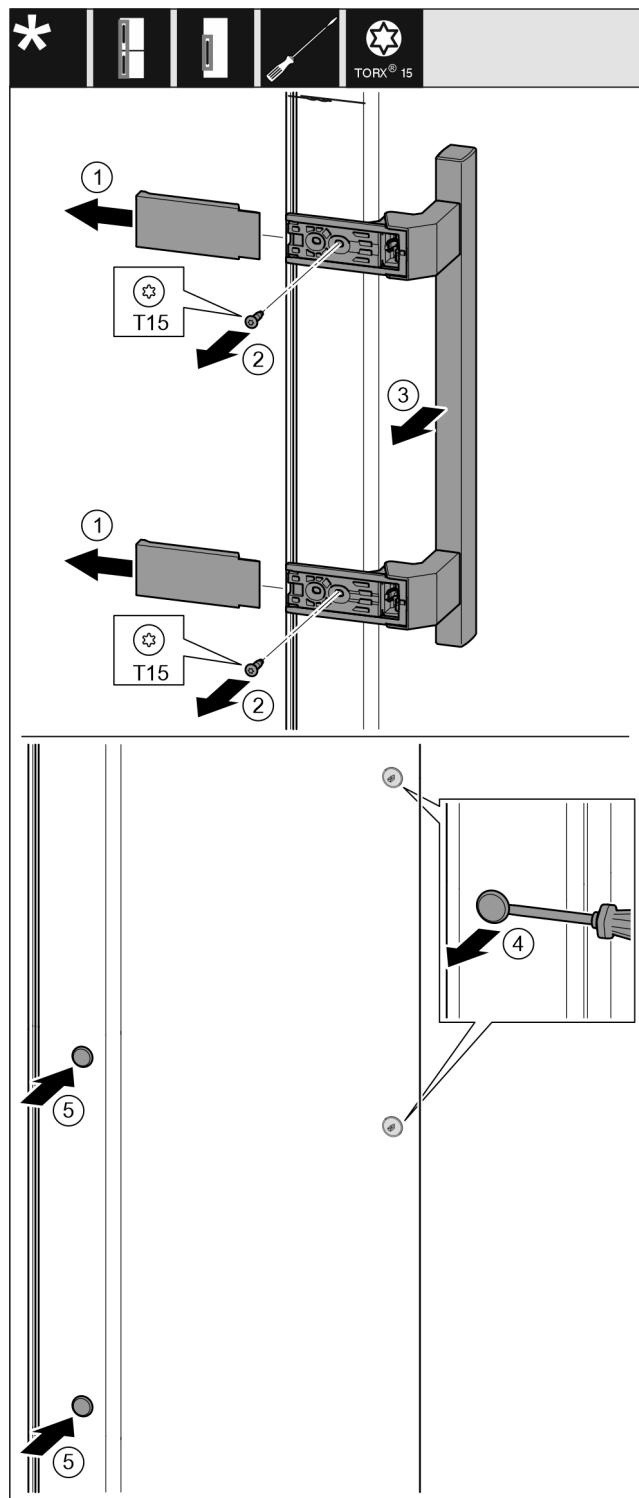

Fig. 39
- Stáhněte kryt. *Fig. 39 (1)*
- Šroubovákem T15 vyšrouobujte šrouby. *Fig. 39 (2)*
- Sejměte madlo. *Fig. 39 (3)*
- Postranní zátku opatrně nadzvedněte plochým šroubovákem a vytáhněte. *Fig. 39 (4)*
- Zátku opět vložte na druhé straně. *Fig. 39 (5)*